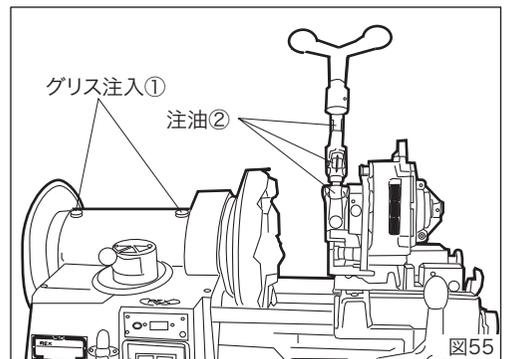

図 55
## 6. 注油 (図55)
- ①主軸軸受の注油
1カ月に1度程度、グリスを主軸部に注入してください。(図55 ①)
- ②パイプカッタの注油
ねじ部、ローラ軸、刃など、可動部には使用毎にスピンドル油、マシン油などを注油してください。(図55 ②)